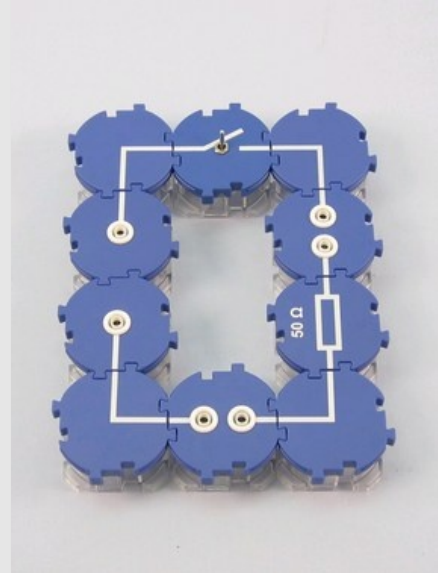

Fig. 3
- Construis l'expérience comme dans les figures 3 et 4. Choisis la plage de mesure 30 mA~. Le circuit électrique est d'abord ouvert et les bobines sont connectées en série comme lors du 1er essai.